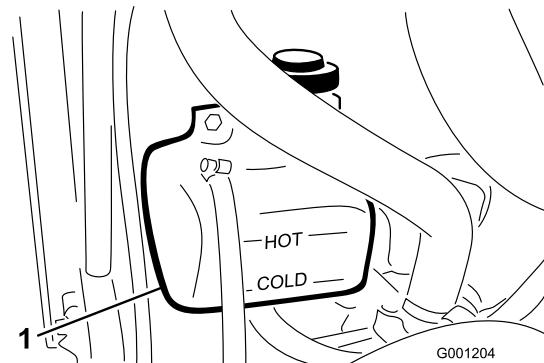

図 23
1. 液量の点検は補助タンクで行う（図 23）。タンク側面についている2本のマークの間にあれば適正である。